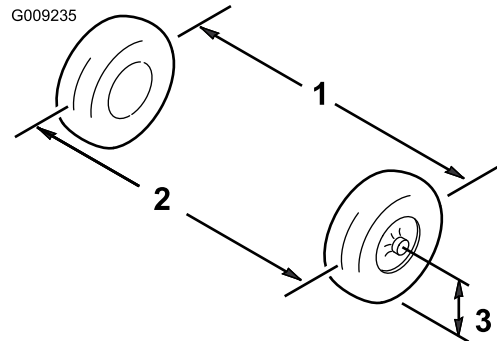

Рисунок 43
6. Измерьте расстояние между обеими передними шинами на высоте моста, с передней и задней стороны передних шин (Рисунок 43).